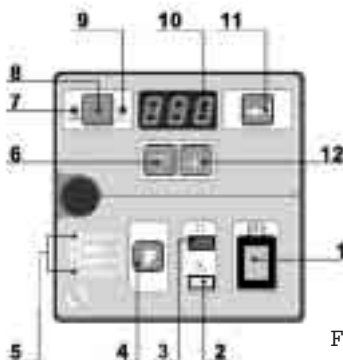

Fig. 23
9.4 - MANDOS DE LA BOMBA PB-CC (Fig.23)
9.6 - PROGRAMACIÓN DE LOS PARÁMETROS (Fig.23)